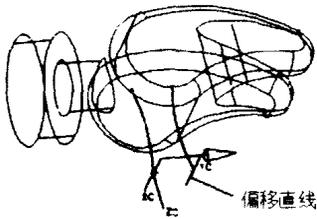

图 1-23 偏移直线
(5) 利用 Curve→Offset Curve 沿着 +YC 方向偏移 16mm, 生成如图 1-23 所示直线。